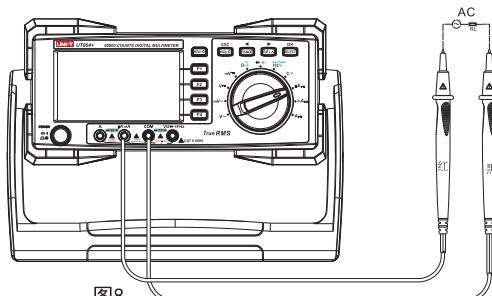

图8
- (1) 将红表笔插入“ $\mu\text{A mA}$ ”或“ $\text{A}$ ”插孔，黑表笔插入“ $\text{COM}$ ”插孔。
- (2) 将仪表的旋转开关转到  $\mu\text{A}\text{~A}$  或  $\text{mA}\text{~A}$  或  $\text{A}\text{~A}$ ，按SEECT键选择所需测量的直流，如图8，将仪表表笔串联待测回路中。